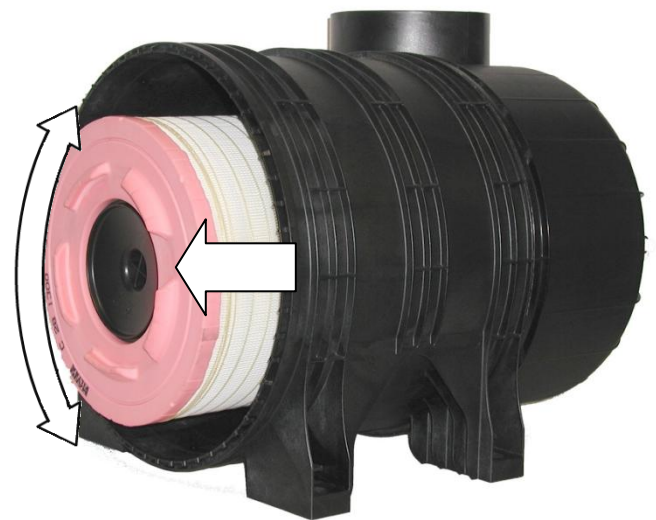

Рис. 4 Извлечение основного фильтрующего элемента
- С помощью легких качающих движений полностью отделите основной элемент от внутренней опоры (см. Рис. 4).